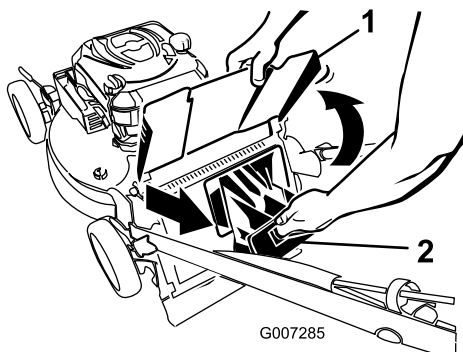

Рисунок 23
2. Поднимите и удерживайте в верхнем положении отражатель выброса (Рисунок 23).
3. Вытяните на себя заднюю выпускную пробку (Рисунок 23).